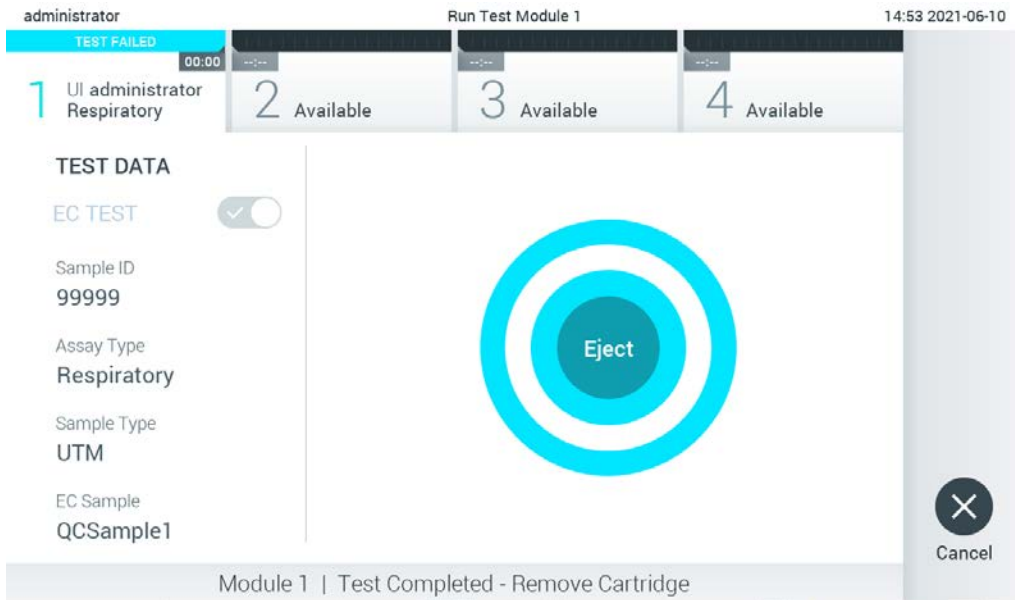

Figura 95. Apresentação do ecrã Eject (Ejetar).
11. Após a conclusão da execução do teste, é apresentado o ecrã Eject (Ejetar) (Figura 95, na página seguinte). Prima  Eject (Ejetar) no ecrã tátil para remover o cartucho de ensaio QIAstat-Dx e o eliminar como resíduo biológico perigoso, em conformidade com todos os regulamentos e leis nacionais, estatais e locais, em matéria de saúde e segurança.